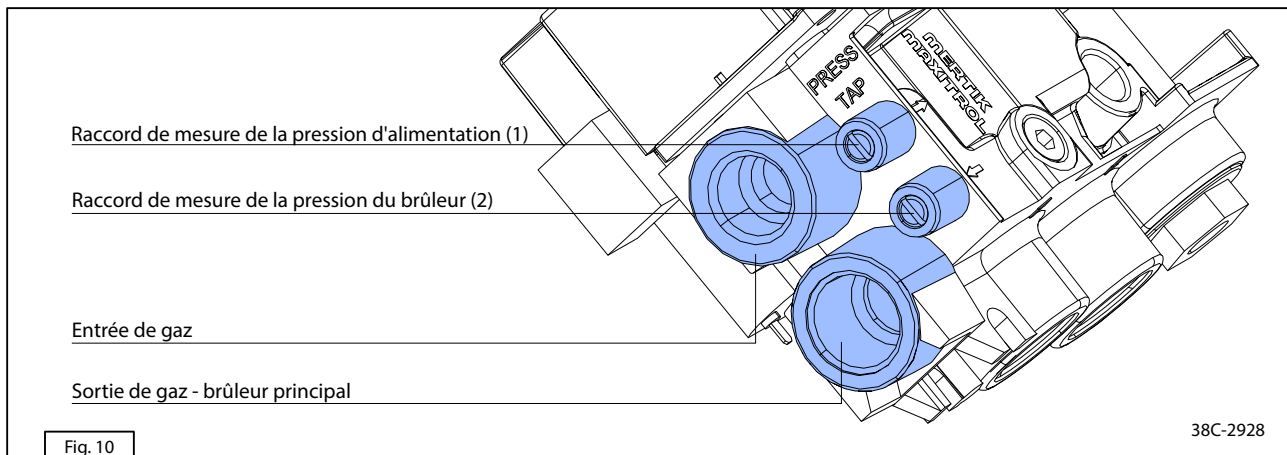

Fig. 10
- Ouvrez de quelques tours la valve de la douille de pression du brûleur à l'aide d'un tournevis à tête plate et raccordez le manomètre (voir la figure 10 (2)).
- Débranchez le manomètre et fermez la valve de la douille de pression du brûleur (2) (voir la figure 10).